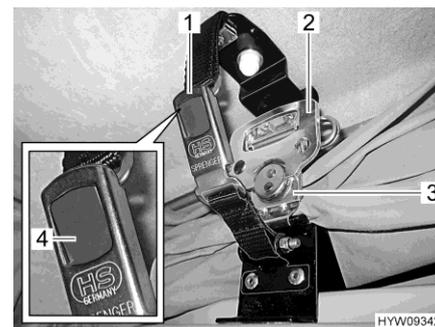

Fig. 81 Bloqueo (techo abatible)
- Abrir el cierre de hebilla (Fig. 81,1) en ambos lados. Para ello, pulsar el pulsador gris (Fig. 81,4).
- De cada lado, plegar el asidero (Fig. 81,2) del cierre rápido (Fig. 81,3) hacia fuera y girar media de vuelta en sentido contrario a las agujas del reloj. Con ello, se ha soltado el bloqueo.